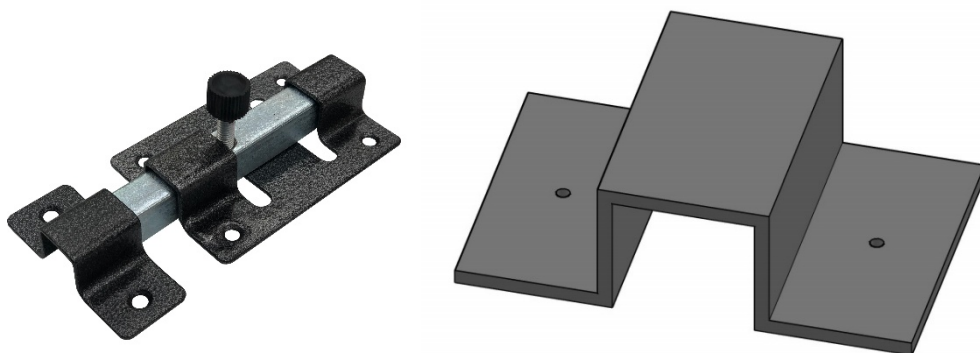
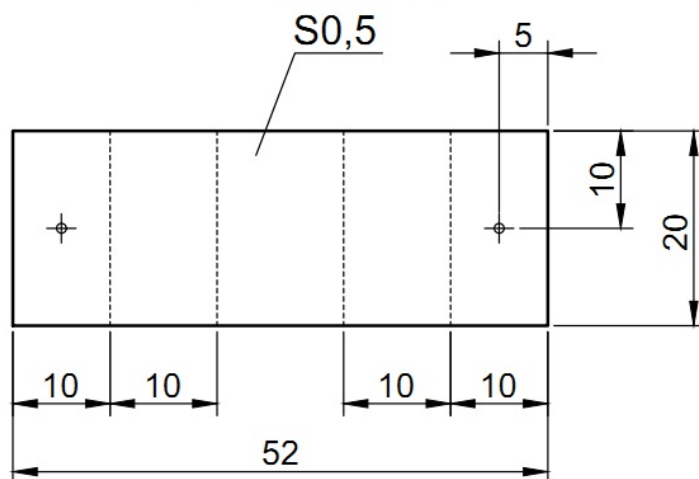

Рис. 1
Рис. 2
Формулировка задания: на основе представленного образца изделия рис. 1 и чертежа (развёртки) детали рис. 2, разработайте технологическую карту по ее изготовлению в соответствии с требованиями, сформулированными в технических условиях.
1. По данному образцу (Рис. 1) и чертежу (Рис. 2) разработайте технологическую карту (Таблица 1) для изготовления запорной петли задвижки;